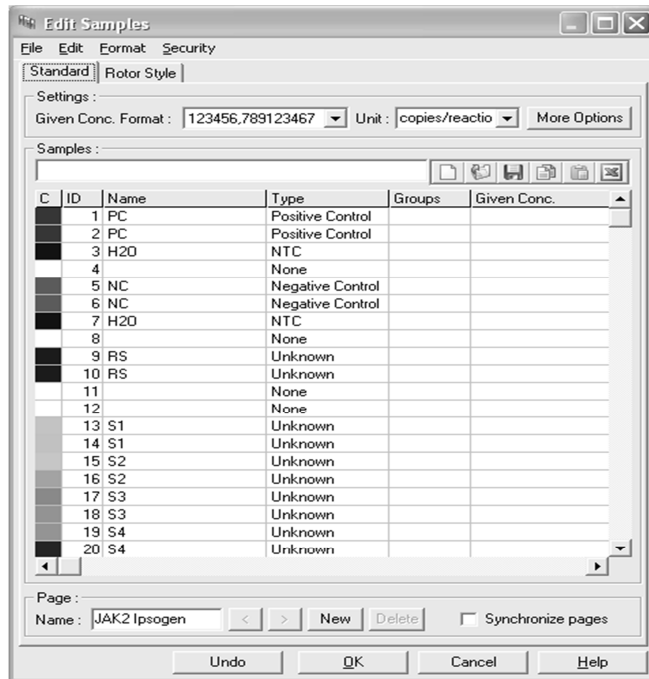

Figure 7. Positionnement Rotor-Gene : « Edit Samples » (Modifier échantillons)
16. Saisir le positionnement sur rotor dans le logiciel Rotor-Gene (figure 7).